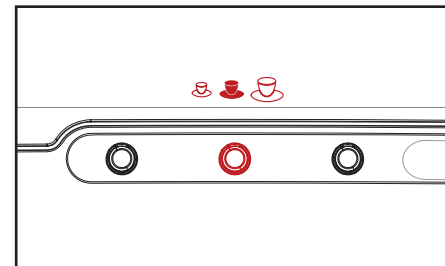

Bild 4.5 - Volym förval
2. Tryck på förvalsknappen VOLYM för att aktivera detta förval. Ett koppsymbol (liten - mellan - stor) visas på displayen (bild 4.5).